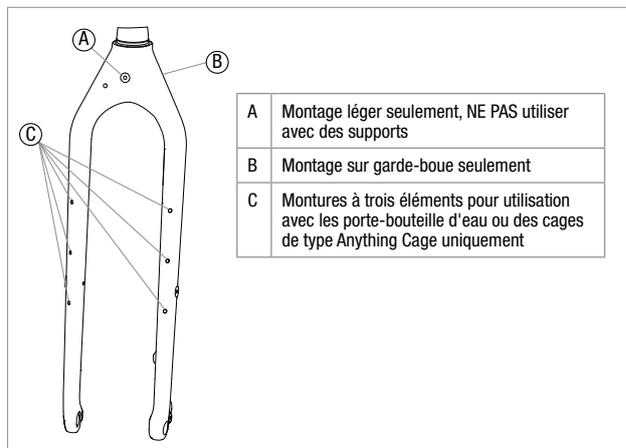

Figure 13 - Salsa Rack Mounting
Assurez-vous que votre fourche est compatible avec le porte-bagage. Voir Figure 13 pour les emplacements de montage de porte-bagage homologués sur la fourche. Suivez les instructions d'installation du fabricant de porte-bagage. Assurez-vous d'utiliser tout le matériel fourni avec le porte-bagage pour l'installation.
**▲ AVERTISSEMENT :** Ne pas monter de porte-bagages sur des montures de fourches autres que celles illustrées à la Figure 13. L'installation incorrecte d'un porte-bagage peut entraîner un accident et causer des blessures graves.